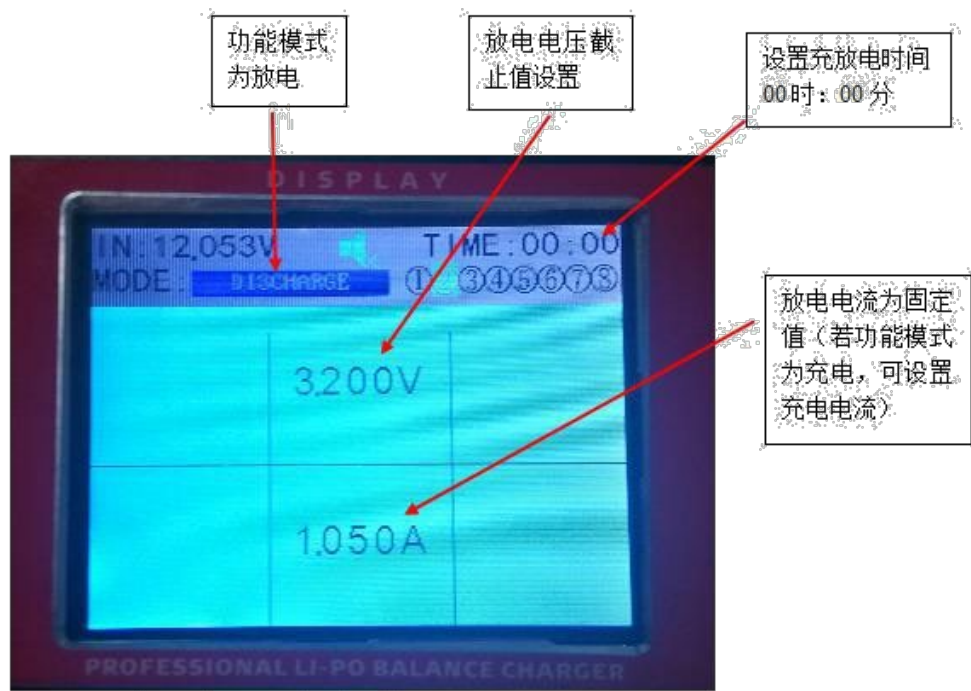
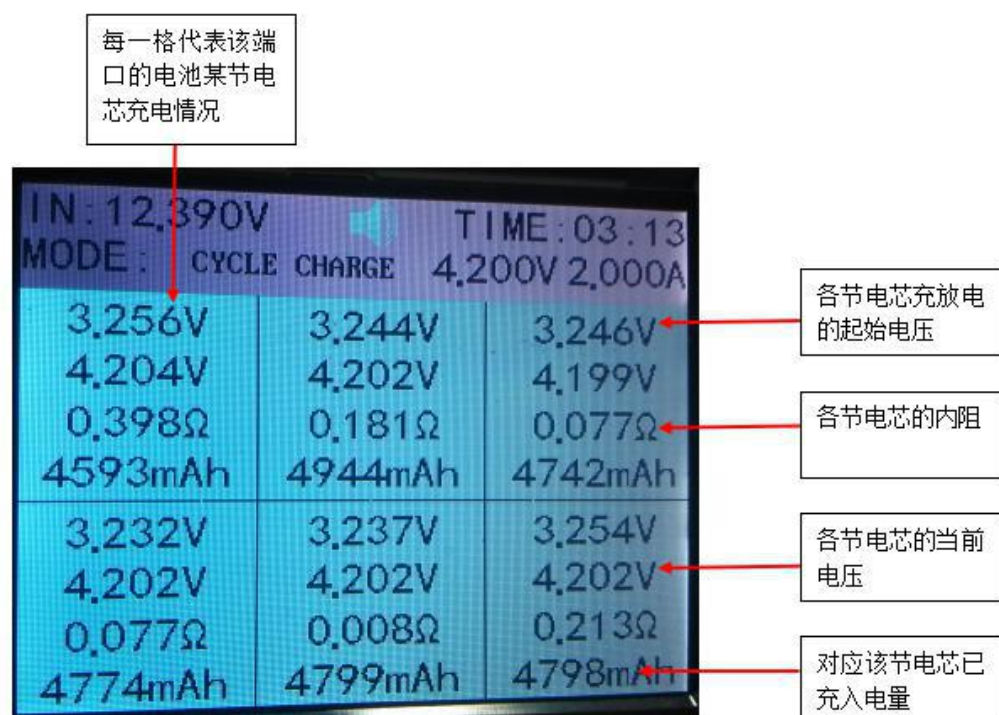

图 2
图 7
注：1) 在图 7 界面下，按 SET 键可返回至图 6 界面，按 “+ / ▲” 或 “- / ▼” 键至 ▼ 光标消失，或提示语出现。此时再按下 SET 键可以回到图 2 界面进行设置电压电流值，充电模式等。
2) 在图 7 界面下，按 “+ / ▲” 或 “- / ▼” 键可以查看其它端口所接电池的电量情况。